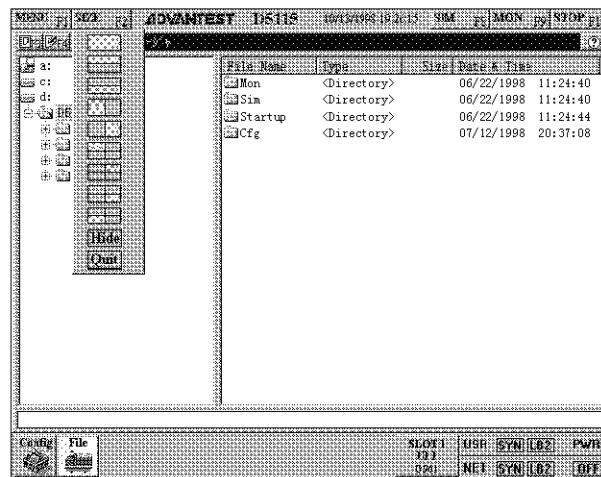

図 3-12 表示位置 / サイズ選択メニュー
1. **F2** を押して、表示位置 / サイズ選択メニューを表示します。(図 3-12 を参照)
1. 表示位置 / サイズ選択領域 (画面最上段の左部に表示されている **F2** の領域) をクリックして表示位置 / サイズ選択メニューを表示します。(図 3-12 を参照)
注 機能モジュールによって、表示位置 / サイズ選択メニューに表示される内容が図 3-12 と異なる場合があります。